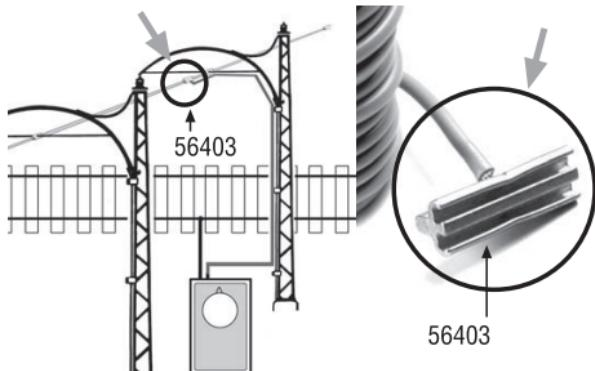

Abb. 5, Fig. 5, afb. 5
La plupart des locomotives LGB peuvent être alimentées par une ligne à suspension caténaire. Pour ce faire, vous pouvez utiliser le câble de raccordement de caténaire LGB 56403 pour raccorder le système caténaire à un bloc d'alimentation LGB (Fig: 5). Pour isoler électriquement des sections de voi, utiliser les pinces isolantes pour fil de caténaire LGB 56203.
- Voor elk te overspannen spoor een houder met het gat naar beneden op de dwarsverbinding schuiven (afb.5)